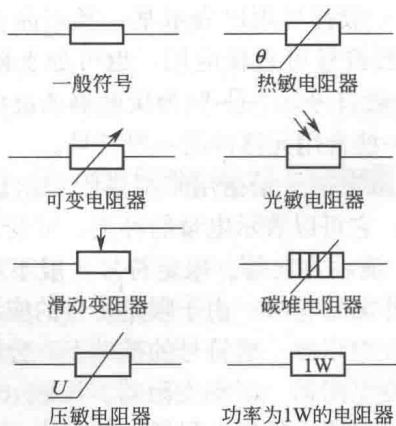

图 1-4 限定符号的应用示例
③ 限定符号 限定符号是指用来提供附加信息的一种加在其他图形符号上的符号，它可以表示电量的种类、可变性、力和运动的方向、(流量与信号)流动方向等。限定符号一般不能单独使用，但一般符号有时也可用作限定符号。由于限定符号的应用，图形符号更具有多样性。例如，在电阻器一般符号的基础上，分别加上不同的限定符号，则可得到可变电阻器、滑动变阻器、压敏 ( $U$ ) 电阻器、热敏 ( $\theta$ ) 电阻器、光敏电阻器、碳堆电阻器、功率为 1W 的电阻器等，如图 1-4 所示。